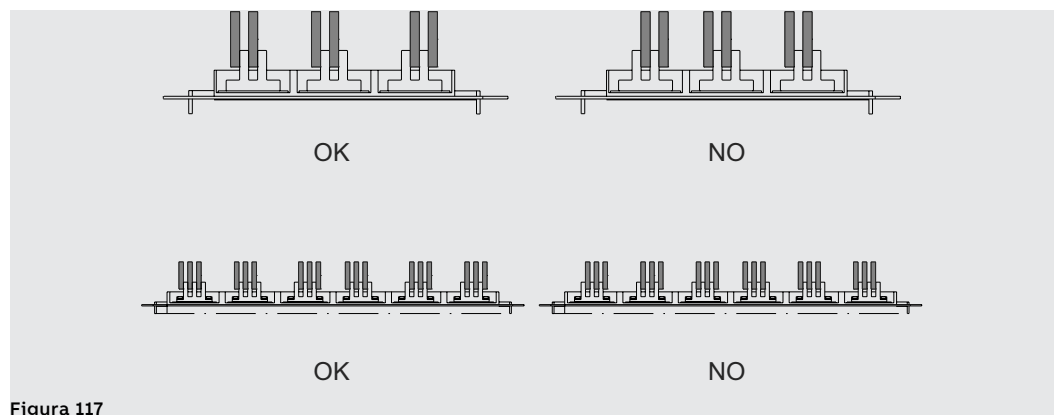

Figura 117
- Garantizar que, compatiblemente con el número de barras y de ejes del terminal, las barras de las fases laterales estén lo más distante posible de las barras de la fase central. Véase ejemplo Figura 117.